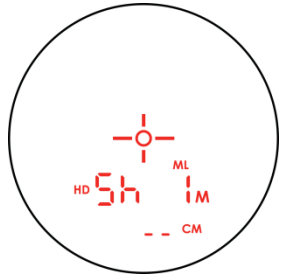

Abbildung 31
1. Drücken Sie kurz  oder , um so lange zu blättern, bis die Hauptanzeige ähnlich wie in Abbildung 31 aussieht.